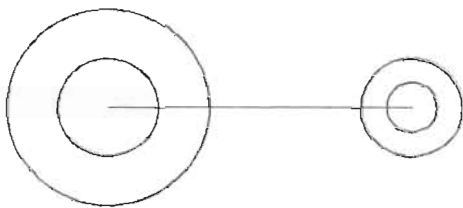

图 2-77
(3) 按空格键继续执行 `circle` 命令, 这次以直线段右边的端点为圆心绘制半径为 5 和 10 的同心圆, 如图 2-77 所示。